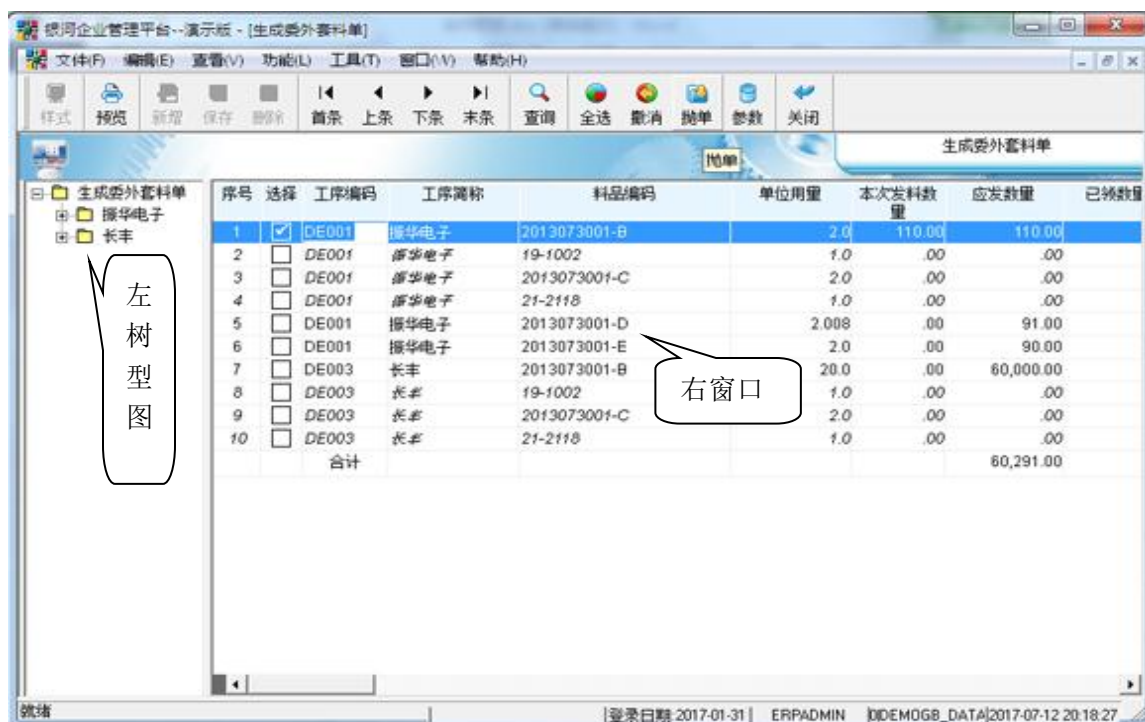

图 25
登录系统后，在左边的树型图中，找到“物控管理/委外发料控制/生成委外套料单”后双击它，进入“生成委外套料单”窗口（见图 25），此文件柜发套料，生成委外领退料单
具体操作：在图 25 的左边的树型图选定某一委外批号，右窗口会显示对应的材料情况（可通过对委外批号分组），选定需要发料的材料后，点击菜单项“功能/抛出”或点击相应图标，将选定的发料材料转成委外领退料单
**栏位说明（图 25，斜体字记录表示此料是替代料）**